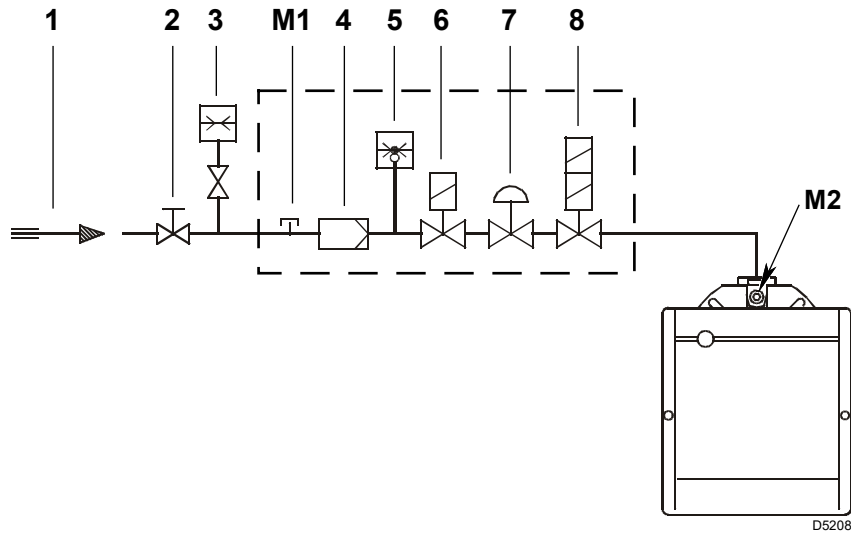

Abb. 15
Zeichenerklärung (Abb. 15)
Gasdruck, gemessen am Anschluss M2)(Abb. 15) unter folgenden Bedingungen:
- vom Gasdruck am Anschluss M2)(Abb. 15) den Druck in der Brennkammer abziehen.
Gasdruck am Anschluss M2)(Abb. 15) = 12,2 mbar
Um stattdessen den am Anschluss M2)(Abb. 15) notwendigen Gasdruck zu ermitteln, nachdem die höchste Modulationsleistung festgelegt wurde, bei der Brenner arbeiten soll:
- Rechts, in Spalte 1, den Druck am Anschluss M2)(Abb. 15) ablesen.
Erforderlicher Druck am Anschluss M2)(Abb. 15).